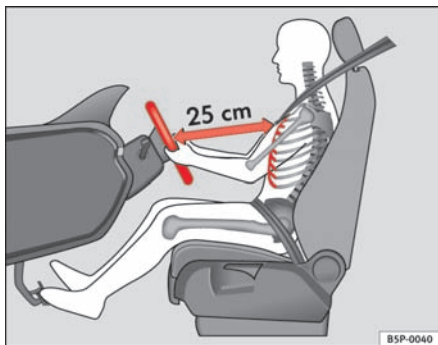

Fig. 1 Korrekt afstand mellem fører og rat
- Indstil rattet, så afstanden mellem rattet og din brystkasse mindst er 25 cm ⇒ fig. 1.
<ul style="list-style-type: none"> • Hvis føreren sidder forkert, kan det medføre alvorlige kvæstelser. • Indstil førersædet, så der mindst er 25 cm mellem brystkassen og rattets midte ⇒ side 9, fig. 1. Hvis du sidder tættere på end 25 cm, beskytter airbagsystemet ikke optimalt. • Hvis du på grund af fysiske forhold ikke er i stand til at overholde minimumsafstanden på 25 cm, skal du kontakte et værksted. Der kan de rådgive dig om eventuelle nødvendige ændringer. • Under kørsel bør du altid have begge hænder på rattets sider på den yderste kant i en position svarende til klokken 9 og 3. Det reducerer faren for kvæstelser, hvis førerens frontairbag udløses. • Hold aldrig hænderne på rattet i en position svarende til klokken 12 eller i en anden position (fx i midten af rattet). I sådanne situationer kan du pådrage dig alvorlige kvæstelser på armene, hænderne og i hovedet. • For at reducere faren for kvæstelser, som føreren kan pådrage sig i tilfælde af en pludselig opbremsning eller ulykke, må ryglænet aldrig være stillet langt tilbage under kørsel! Airbagsystemet og sikkerhedsselen beskytter kun optimalt, hvis ryglænet står i lodret position, og føreren har spændt sikkerhedsselen korrekt. Jo længere ryglænet er stillet tilbage, desto større er faren for kvæstelser, hvilket skyldes, at sikkerhedsselen ikke sidder korrekt, og at du sidder forkert! • Indstil hovedstøtten korrekt for at få optimal beskyttelse. ■